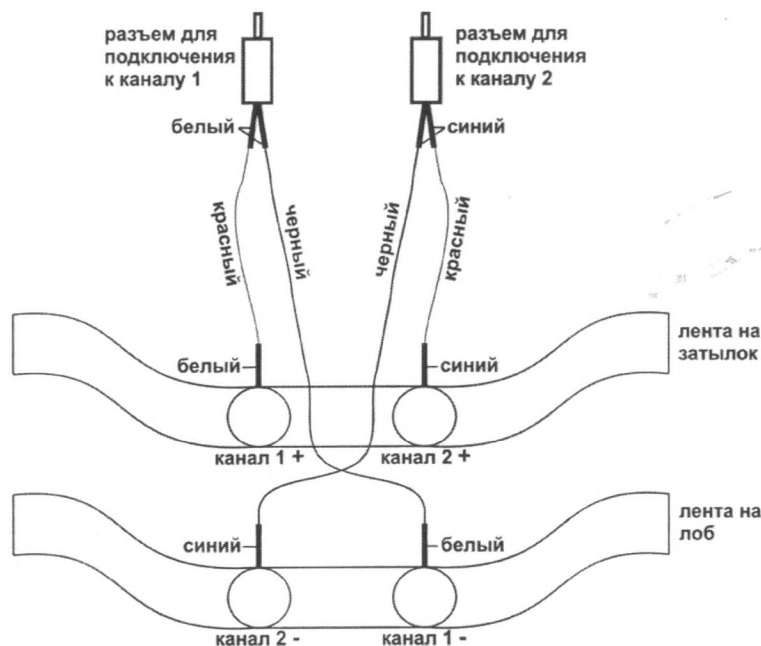

Рис. 5. Схематическое изображение электрод-маски.
1.6.1. На рис. 5 приведено схематичное изображение электрод-маски, которая состоит из четырех круглых электродов (по два для каждого канала), скрепленных лентами, и предназначена для фиксации на голове пациента. Каждый электрод имеет оконтовку в виде чашки, куда перед проведением процедуры следует поместить смоченную теплой водопроводной водой вату или ткань (марлевая, фланелевая), сложенную в несколько слоев.
1.6.2. Электрод-маска фиксируется на голове пациента с помощью эластичных лент таким образом, чтобы организовать перекрестное прохождение тока по двум каналам через голову пациента. Размер электрод-маски регулируется: расстояние между электродами регулируется с помощью двух пряжек, длина эластичных лент регулируется с помощью фиксаторов, расположенных на лентах. Полярность электродов изображена на рис. 5. При необходимости электроды положительной и отрицательной полярностей можно поменять местами. Примечание: при использовании двупольного импульса без дополнительной постоянной составляющей тока полярность электродов не имеет значения.